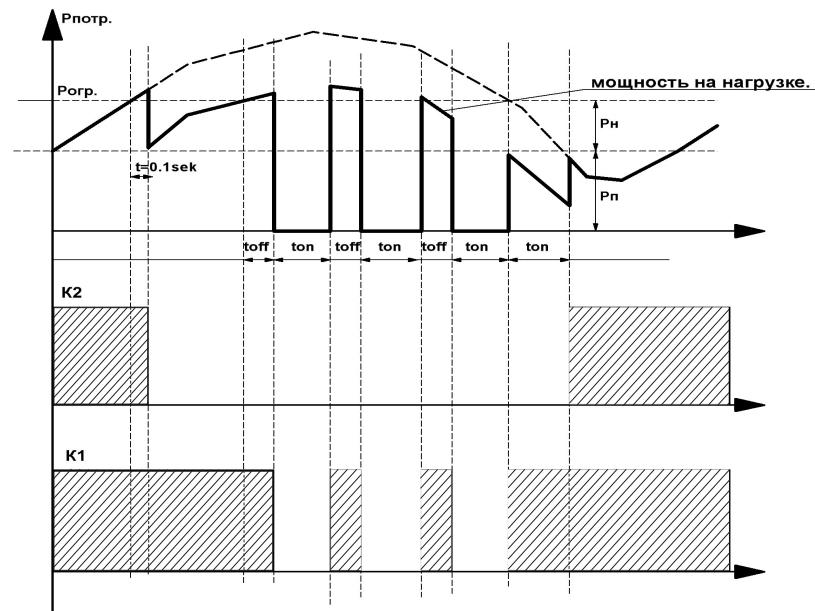

Рис.1 Диаграмма работы ОМ-1 с приоритетной нагрузкой
3.2 Режим работы с приоритетной нагрузкой. Нагрузка разбивается на две части, приоритетную Rn, отключать которую нежелательно и неприоритетную Rп. При перегрузке отключается Rп без временной задержки. Если перегрузки нет, Rn- отключена, Rп- подключена. Если перегрузка продолжается, она включается в соответствии с установленным временем Toff. При снижении потребляемой мощности Rп подключается через время Ton, затем через это же время отключается и нагрузка Rn. Диаграмма работы на Рис.1, схема включения на Рис.2. Преимущества режима: нет полного отключения от сети питания, сум-